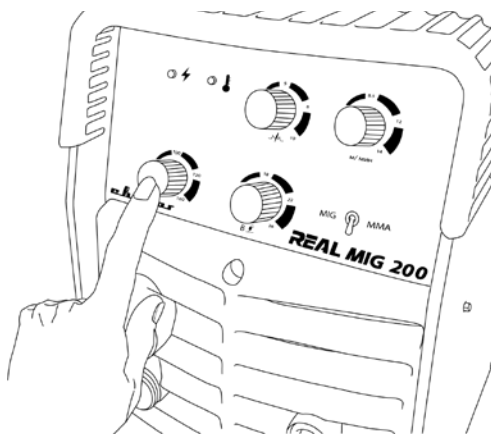

Рис. 11.4. Регулятор параметров сварки.
4. Выставьте необходимое значение силы тока (См. рис. 11.4).